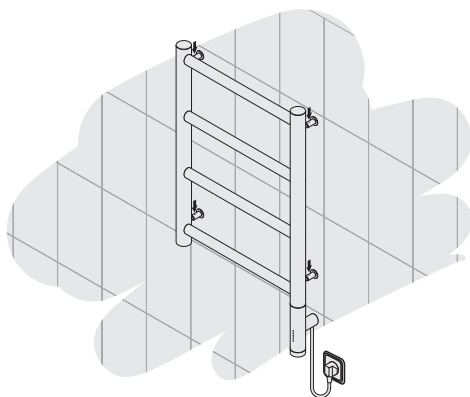

Рис.6
4.1.7. Произвести установку полотенцесушителя, используя стопорные винты (рис. 6).
4.1.8. Подключить полотенцесушитель к электросети, используя сетевой шнур (рис. 6).